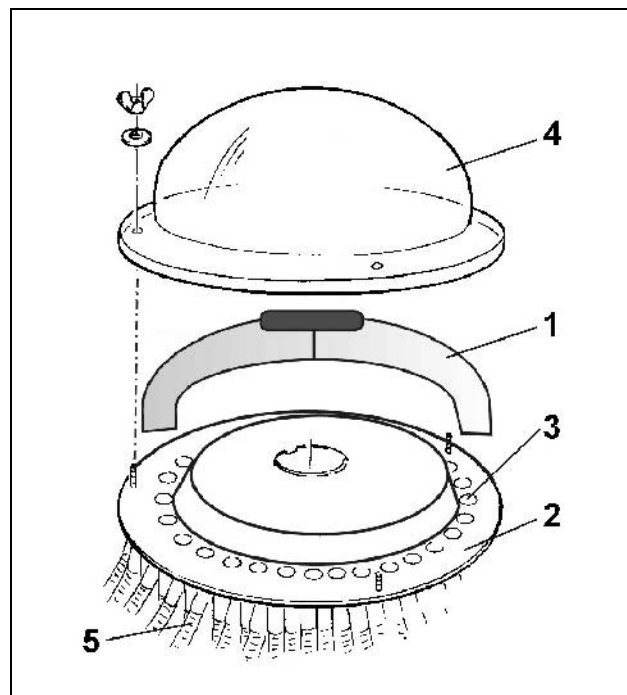
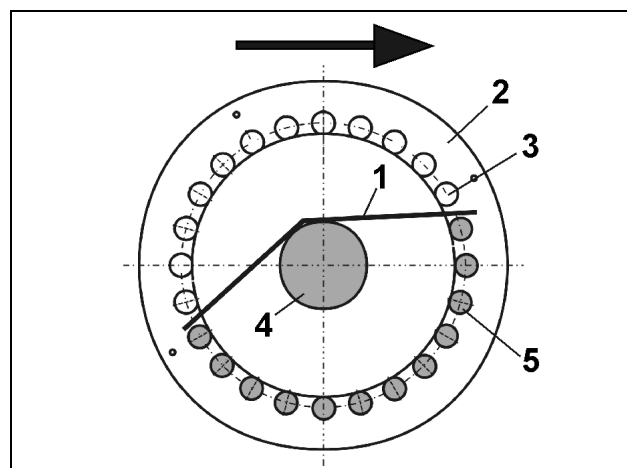

Fig. 56
Fig. 57
Ved hjælp af indsatsen (Fig. 56/1) til halvsidig lukning af fordelehovedets udløb forledes mængden af såsæd på halvdelen af samtlige udløb (Fig. 56/3) og dermed på halvdelen af alle såskær. Man kan vælge mellem at afbryde tilstrømningen af såsæd til skærene på maskinens venstre eller højre side.
- Afmonter fordelehovedets dæksel (Fig. 56/4)
- Indsatsen (Fig. 56/1 hhv. Fig. 57/1) anbringes således på fordelepladen (Fig. 56/2 hhv. Fig. 57/2), at de ønskede udløb lukkes.
- I illustrationen (se Fig. 57) vises
- de lukkede, ikke-skraverede udløb (Fig. 57/3) på den side, der vender bort fra **bølgerøret** (Fig. 57/4)
- de åbne, skraverede udløb (Fig. 57/5) på den side, der vender hen imod **bølgerøret** (Fig. 57/4).
- Vær opmærksom på såslangernes forløb (Fig. 56/5), så De er sikker på, at de ønskede skær lukkes.
- Marker indsatsens placering på fordelepladen (Fig. 57/2) med et spritpen, således at De nemt kan placere indsatsen korrekt en anden gang.
- Monter fordelehovedets dæksel (Fig. 56/4) på fordelehovedet. Når dækslet er monteret, sidder indsatsen (Fig. 56/1) fast.